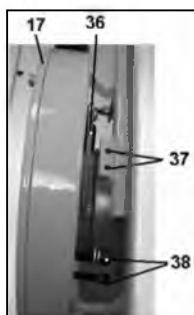

Рис. 10
9.2.5. Выкрутите два болта (38), установите и закрепите болтами (38) ручку плиткореза (12), Рис.10,11.
9.2.6. В двух резьбовых отверстиях (37) установите и закрепите кронштейн (10). Винтом фиксации (11) соедините тяга (36) и кронштейн (10), Рис.10,11.